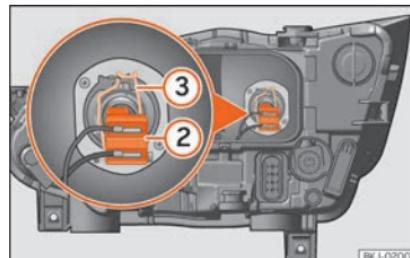

Fig. 53 En el vano motor: lámpara de luz de cruce.
- Extraiga el conector de la lámpara **» fig. 53 2**.
- Desenganche el resorte del retensor »**fig. 53** ③ presionándolo hacia dentro y a la derecha.